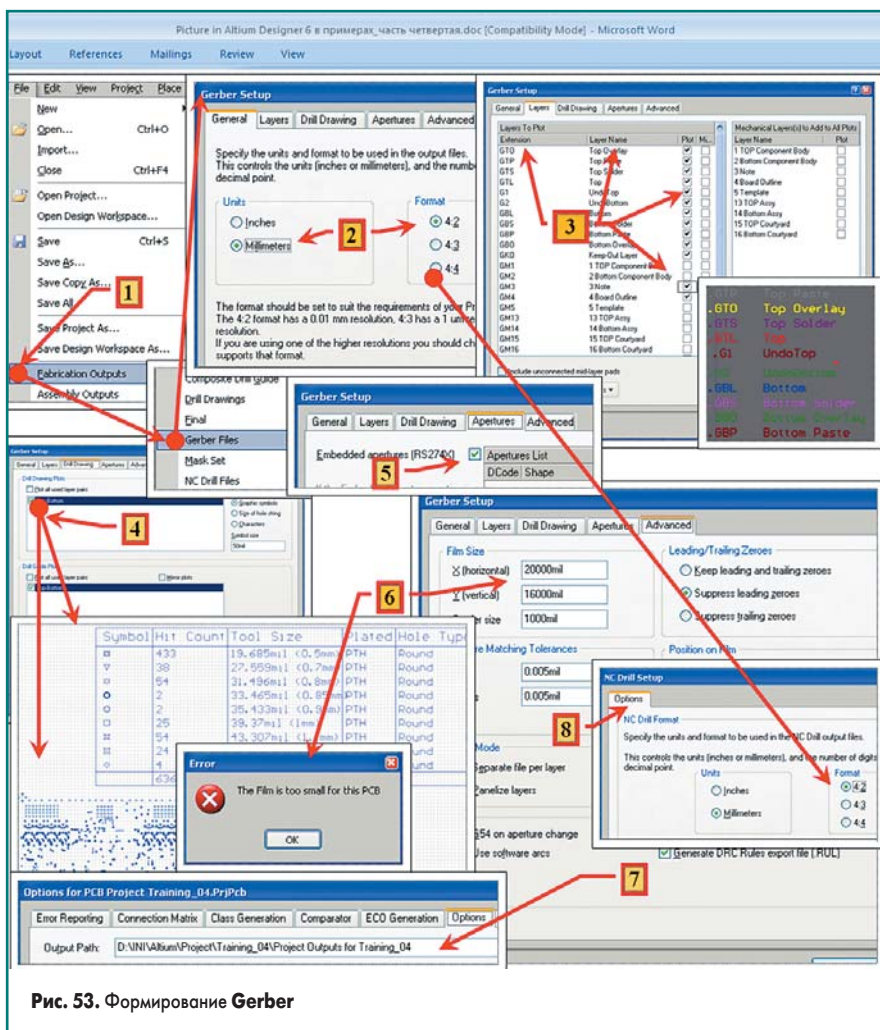

Рис. 53. Формирование Gerber
Итак, для создания Gerber-файлов поступим следующим образом (рис. 53):
- В результате у нас будут созданы как CAM-файл, так и Gerber-файлы по отдельности. Последние располагаются в папке **\Project Outputs for Training_04**, которую мы ранее указали в настройках проекта (сноска 7 на рис. 53).
- Теперь покажем процесс формирования файлов сверловки. Командой **File/Fabrication Output\NC Drill Files** вызываем окно **NC Drill Gerber Setup**, где устанавливаем значения **Unit** и **Format** (сноска 8, рис. 53) такие же, как и для Gerber-файлов.